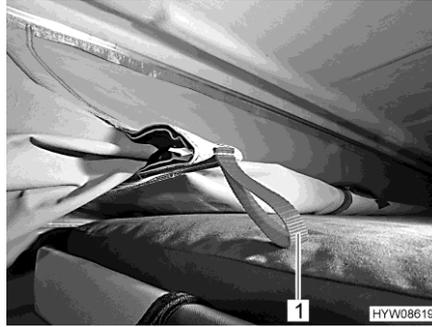

Bild 35 Einzugsvorrichtung
- Zeltstoff an den roten Laschen (Bild 35,1) der Einzugsvorrichtung nach innen ziehen.